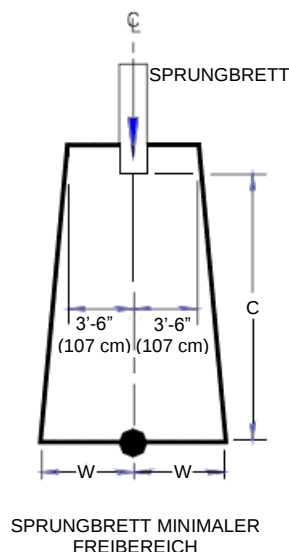

ABB. 3
- B. Die Mindestausdehnung des Freibereichs vor einem sachgemäß installierten Sprungbrett an einem Einbaubecken beträgt mindestens einen Meter und sieben Zentimeter (1,07 m/42 Zoll) auf jeder Seite der Mittellinie des Sprungbretts (siehe **ABB. 3**). Punkt C befindet sich in einem Mindestabstand "C" ab der Sprungbrettspitze (siehe **ABB. 3**). Der Breitenabstand "W" auf jeder Seite von Punkt C wird in **TABELLE 1** angegeben und in **ABB. 3** dargestellt.
Siehe auch Artikel 5, ANSI/NSPI-5 2003, VORSCHRIFTEN FÜR PRIVATE EINBAUBECKEN und siehe auch ABB. 3 und Tabelle 1 für die Abmessungen der Mindestwasserfläche AB, BC sowie die Breite bei Punkt C.